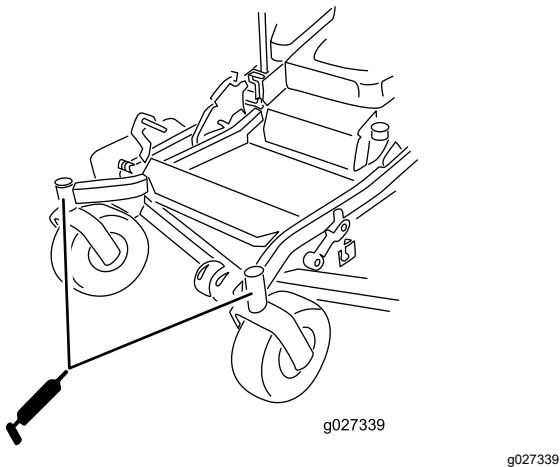

Figura 49
11. Instale o tampão hexagonal e o tampão antipoeira (Figura 49).
- Lubrifique os rolamentos da roda giratória (Figura 49).